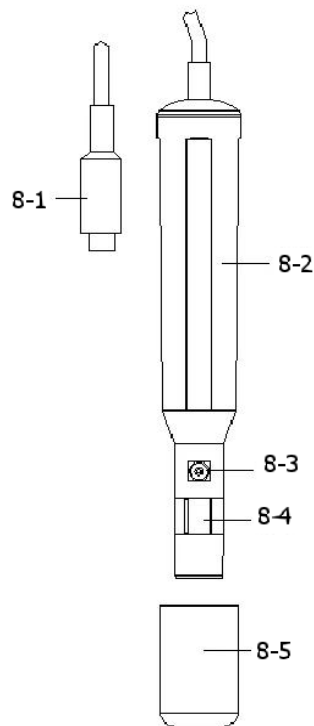

Fig. 5
- 1) Prepare la sonda de oxígeno (opcional, DOPB-11), instale el "Enchufe de la sonda" (8-1, Fig. 5) en el conector/toma de entrada " DO" (3-14, Fig. 1).
1) Instale el "Enchufe de la sonda" (8-1, Fig. 5) en la toma " DO " (3-14, Fig. 1).
- 5)**Cuando no use la sonda, deberá poner la funda de protección del cabezal de la sonda (8-5, Fig. 5)**